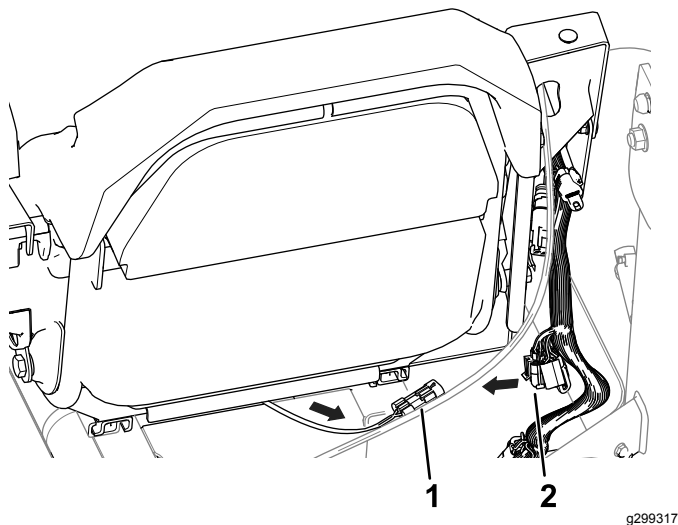

Figura 2
1. Encaminhe a cablagem do interruptor do banco entre o banco e a base do banco e na direção da cablagem da máquina (Figura 2).